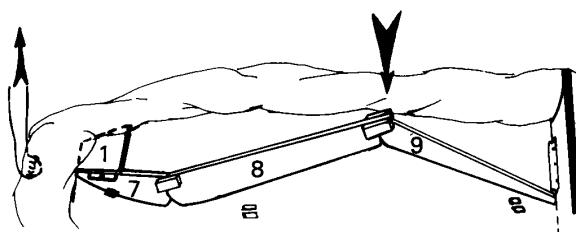
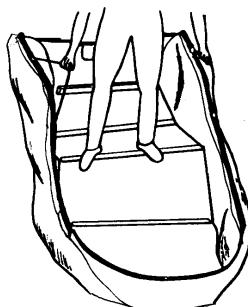

fig 3
fig 6
5. Aplatissez le toit en veillant à ce que les éléments de quille restent bien alignés [figure 3].
6. Emboîtez les éléments les uns dans les autres [figure 3]. Veillez à ce que l'élément arrière (6) s'emboîte correctement contre le tableau arrière [figure 6].
7. Mettez en "toit" deux éléments de plancher [figure 3] après avoir vérifié que l'ensemble soit bien aligné, que le plancher soit bien positionné dans les cornières à l'intersection du flotteur et du fond, et que la quille soit bien positionnée dans ses guides.